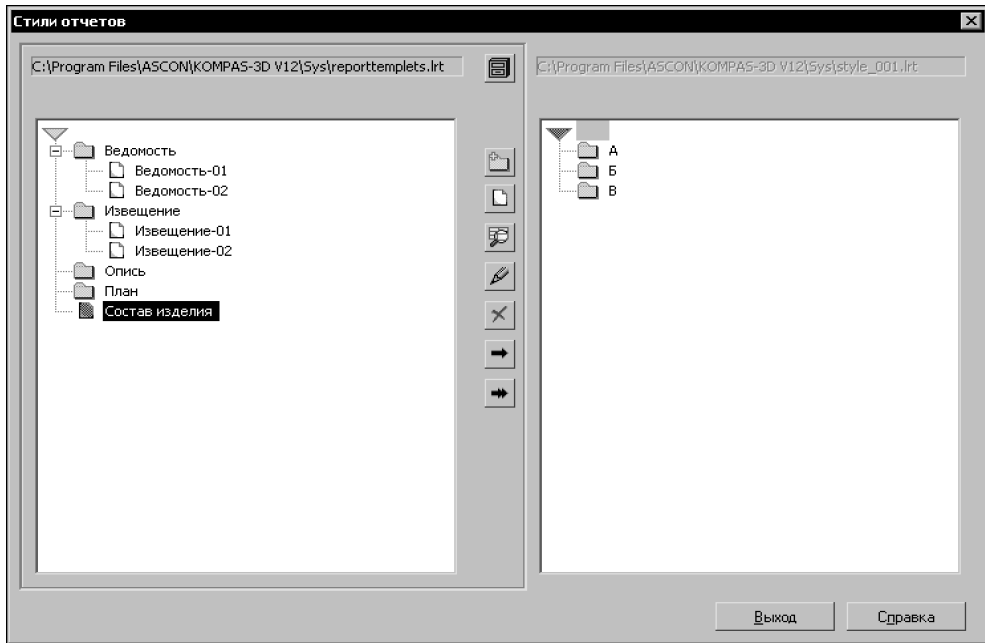

Рис. 151.1. Диалог работы с библиотеками стилей отчетов
На рис. 151.1 показан диалог работы с библиотеками стилей отчетов.
Окно просмотра	Служит для отображения списка стилей библиотеки. Диалог имеет два окна просмотра, поэтому в нем одновременно могут отображаться списки стилей двух разных библиотек. Активным может быть только одно окно — оно выделено рамкой. Например, на рис. 151.1 активным является левое окно. Активизация производится щелчком мыши в окне. Списки стилей имеют структуру дерева — разделы, подразделы и т.д., содержащие стили. Уровень вложенности разделов не ограничен. Все объекты дерева автоматически сортируются по именам внутри каждого раздела.
1. Нажмите кнопку **Показать библиотеку** в диалоге работы с библиотеками (рис. 151.1). В появившемся диалоге выбора файлов введите несуществующее имя, нажмите кнопку **Открыть** и подтвердите создание файла. Активное окно диалога работы с библиотеками стилей очистится, так как вновь созданная библиотека пуста.